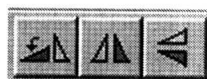
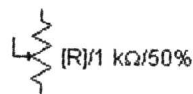
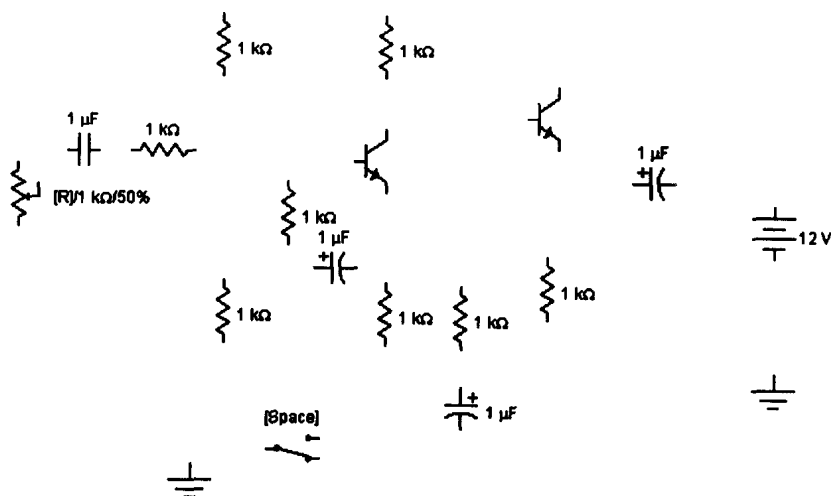

图 1-3-5 逆时针旋转 90°按键
图 1-3-6 将可变电阻器逆时针旋转 90°
图 1-3-7 将图 1-3-4 重新排列
①用菜单命令。用鼠标选择 Circuit—Rotate 命令，则被选元件就逆时针旋转一次。再次选择该命令就再旋转一次，每次旋转 90°。
②用热键 [Ctrl] + [R]。每按一次热键，被选元件就按 90°逆时针旋转一次。
③用工具栏中的操作键。如图 1-3-5 所示，用鼠标点击逆时针旋转 90°操作键。图 1-3-6 是将被选中的可变电阻器执行一次逆时针旋转 90°后的结果。
4 种元件旋转方法和 3 种元件翻转方法之间的操作是等价的，初学者可各选一种作为自己的习惯用法。图 1-3-7 就是将图 1-3-5 用上述方法旋转或翻转好的元件分布图。